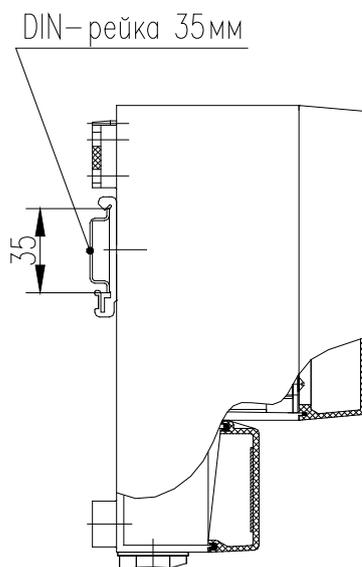

Рис. 6. Монтаж БОИ на DIN-рейку.
2.2.6.2 На рис. 6 показан монтаж БОИ на DIN-рейку.